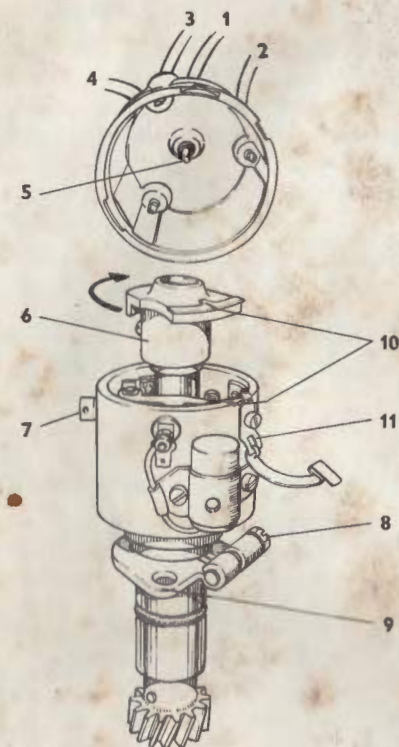

Bild 29. Tändfördelare.
Tändfördelaren är placerad framtill på motorns högra sida. Dess rotor rör sig medsols och drives genom en axel och en skruvväxel på främre vevaxeltappen. Som framgår av bild 29 är tändningsföljden 1—2—3, dvs. bakre—mittre—främre.
2. Rotorns märkning skall ligga vid strecket på fördelarhuset intill styrklacken, som även är fäste för en av fördelarlockets spänmfjädrar, se bild 29.
- b. Lossa skruven 8, bild 29, och vrid tändfördelaren, tills kontakten mellan spetsarna byts. Tillse att förtändningsregulatorns vikter är infällda.